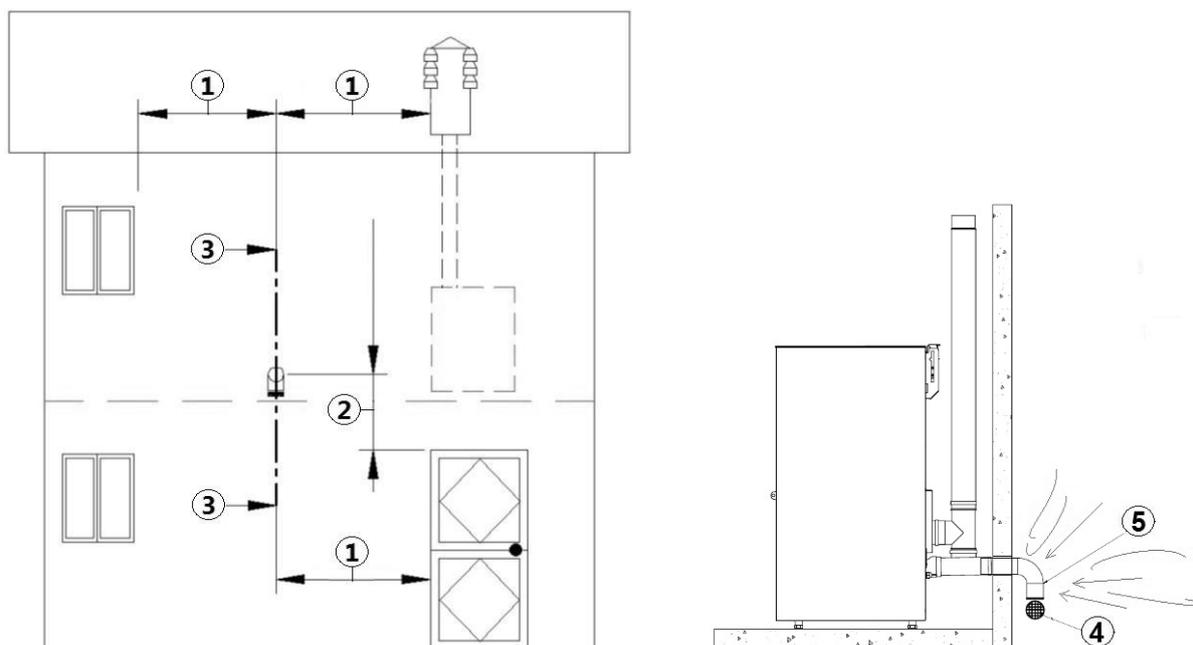

Fig. 11 - Presa d'aria per installazione a camera stagna
LEGENDA	Fig. 11
- Sulla parete esterna è necessario installare una curva a 90° per proteggere l'afflusso dell'aria comburente dagli effetti del vento: rivolgere l'imbocco della curva verso il basso, vedi Fig. 11.